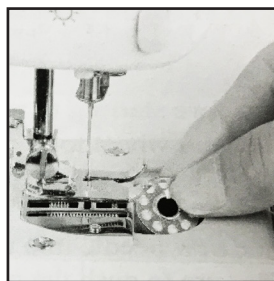

Fig. 4
3. Insira a nova bobina no suporte, com a linha indo no sentido horário. Deixe 10cm de fio para fora.(Fig. 4)